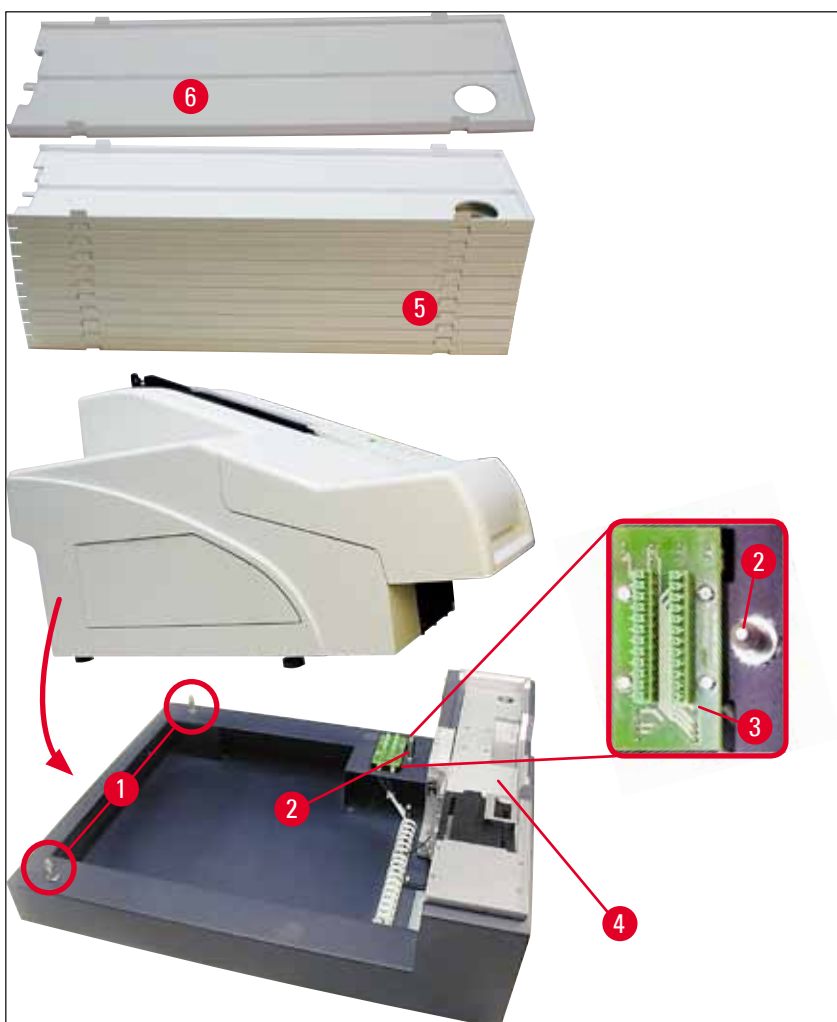

Fig. 15
3. Hold fast i begge sider af printerens (højre og venstre), og placér den, så de to bagerste bolte (→ "Fig. 15-1") passer ind i bundpladen som vist i (→ "Fig. 15").